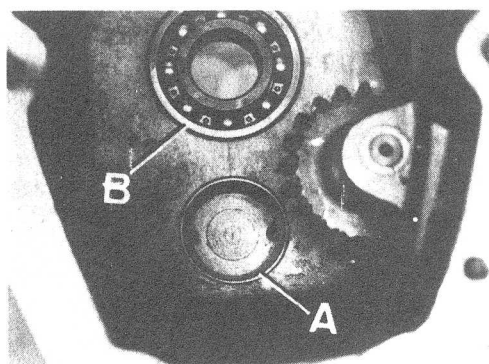

Fig. C1-117 Cáster caja de velocidades
2. Montar sobre el cáster de la caja la pista exterior, A (Fig. C1-117) del rodamiento trasero del eje intermedio, hasta que haga tope en el fondo de su alojamiento.